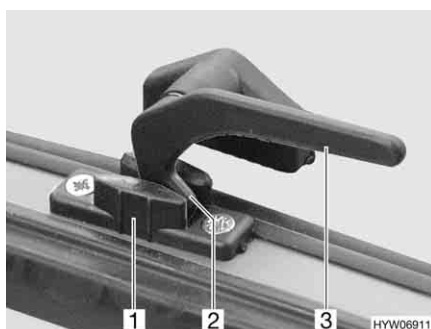

Fig. 20 Leva di serraggio in posizione "Aerazione continua"
- In posizione di "Aerazione continua" (Fig. 20)
- Ruotare la leva di serraggio (Fig. 20,3) di un quarto di giro verso il centro della finestra.
- Ruotare la leva di serraggio di un quarto di giro verso il telaio della finestra. Riportare contemporaneamente il nasello di chiusura (Fig. 20,2) nella rientranza della chiusura della finestra (Fig. 20,1).